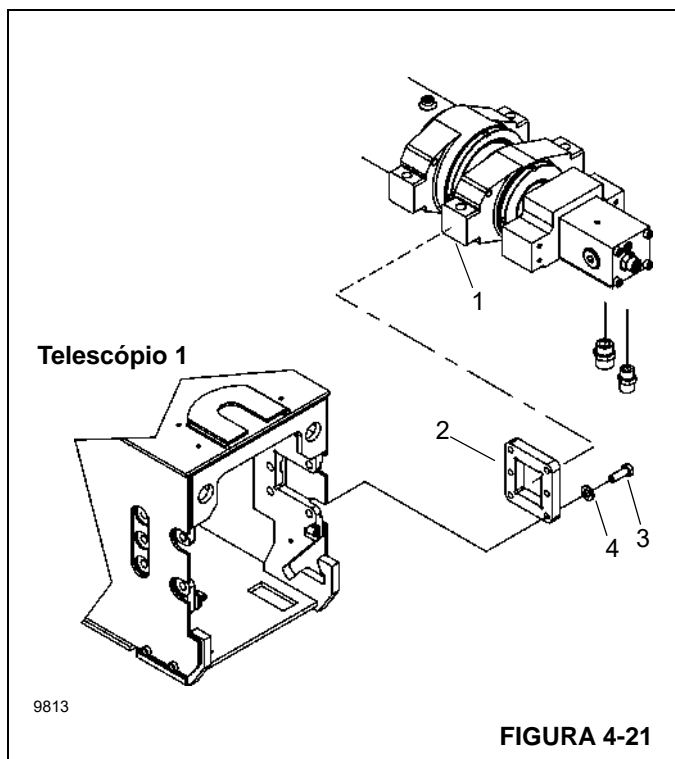

FIGURA 4-21
7. Instale sem apertar as placas do munhão (2, Figura 4-21) nos flanges do cilindro telescópico (1).
10. Instale os parafusos (3 Figura 4-21), as arruelas (4) e as placas do munhão (2) para prender o cilindro telescópico na lança da seção do Telescópio 1.